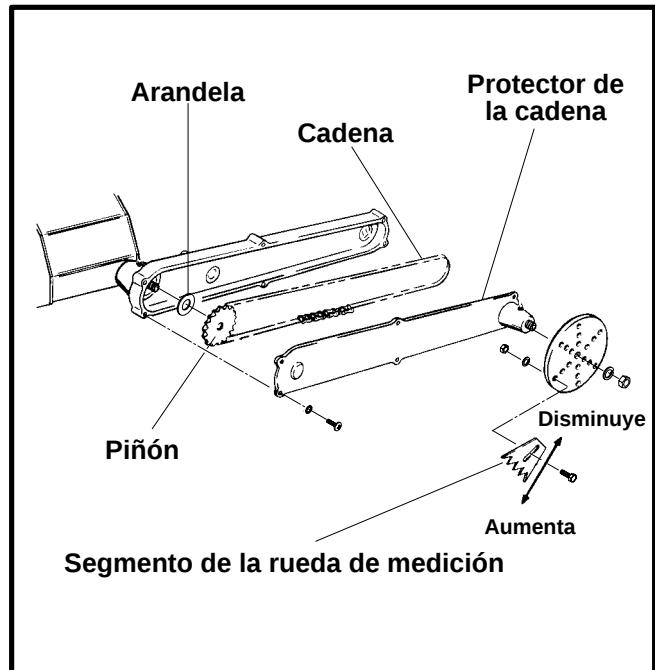

Figura 15
1. Remueva la rueda de medición para un acceso fácil a los tornillos en el protector de la cadena. Consulte la Figura 15.